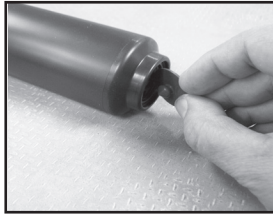

Figura 4
4. Inspeccione la válvula de retención en la parte inferior del cilindro. Si está desgastada o dañada, quítela y reemplácela haciendo presión dentro del orificio en la parte inferior del cilindro. **(Vea la figura 4).**